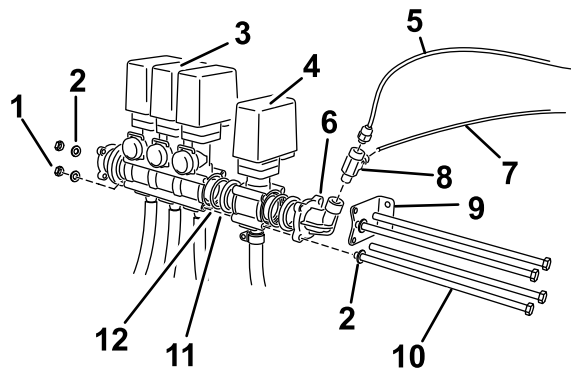

图5
4. 从散装零件中找到软管卷阀门总成，并对齐安装到现有阀门总成上（图5）。
6. 通过弯头适配器上的最靠近喷洒臂阀门安装支架的两个孔（图5），将支架重新定位至阀门总成末端。
7. 将两个长螺栓（M8 X 260 毫米）穿过安装支架，插入最靠近安装轨的软管卷和喷洒臂旁通阀阀体中的顶部孔和底部孔（图5）。
9. 使用剩下的两个带垫圈的螺栓（M8 X 260 毫米），通过阀体上的开孔将阀门总成紧固（图5）。
13. 安装三通接头（图5）